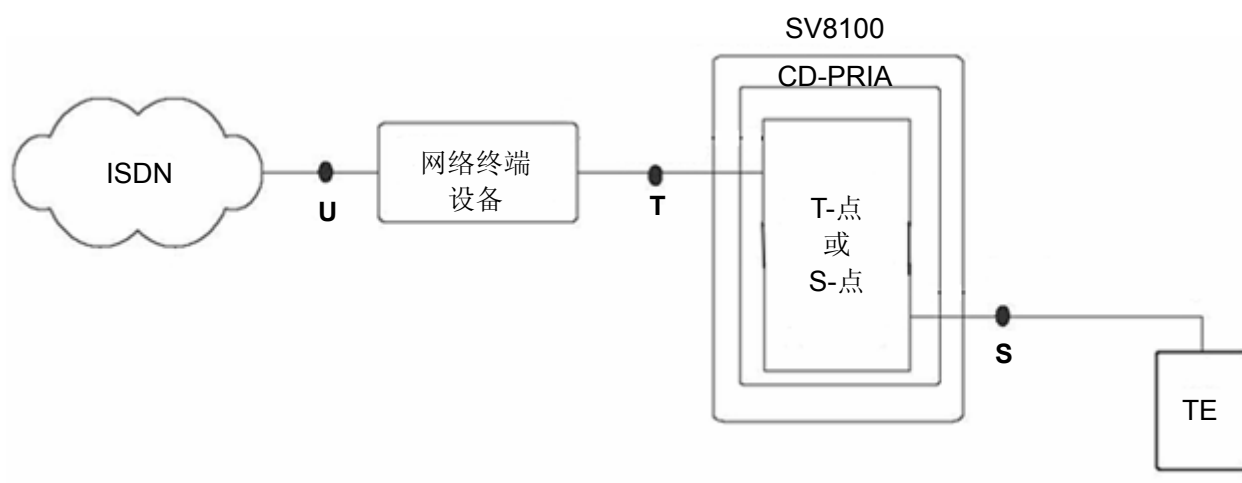

图 4-26 PRI 连接图
3. 将来自电话局网络终端设备的缆线连接到 CD-PRTA 板卡的 CN2 连接器。(参考“图 4-26 ”)。